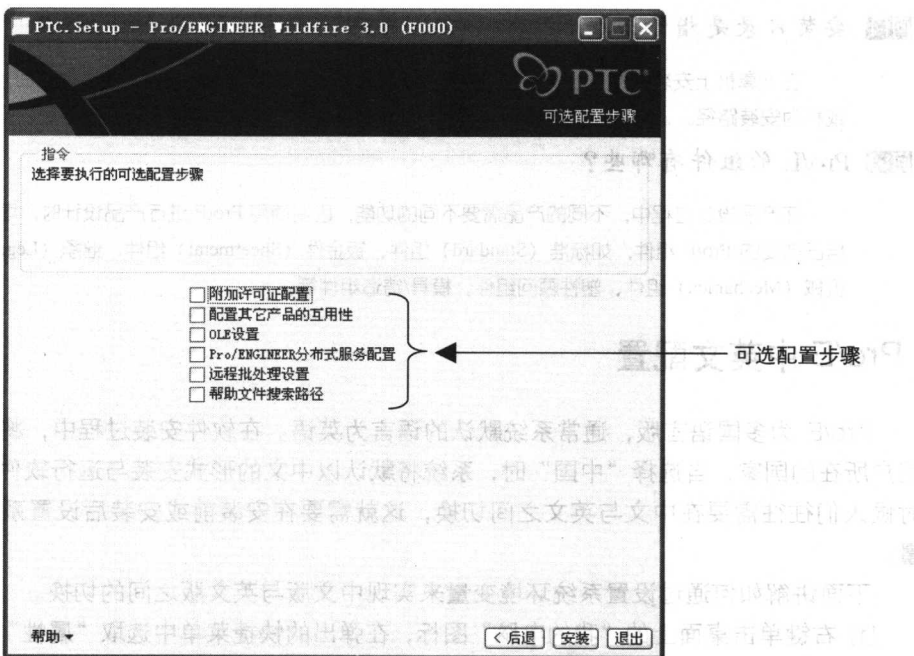

图 1-12
- ⑨ 继续单击(下一个)按钮, 将出现可选配置对话框界面, 如图 1-12 所示。如果默认不勾选其他选项, 则直接单击“安装”按钮进入安装进度界面, 开始安装, 如图 1-13 所示; 如果勾选一种或多种配置选项, 则单击(下一个)按钮, 进入可选配置的安装界面, 这里不再细说。